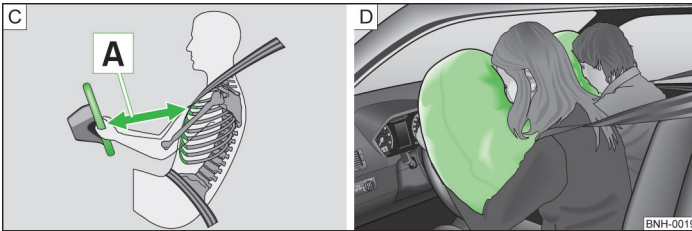

Abb. 120 Sicherer Abstand zum Lenkrad / gasgefüllte Airbags
Werden die Airbags ausgelöst, entfalten sich diese vor dem Fahrer und Beifahrer » Abb. 120 - D. Beim Eintauchen in den voll aufgeblasenen Airbag wird die Vorwärtsbewegung des Fahrers und Beifahrers gedämpft und das Verletzungsrisiko für Kopf und Oberkörper reduziert.
- Für den Fahrer und Beifahrer ist es wichtig, einen Abstand von mindestens 25 cm zum Lenkrad bzw. zur Schalttafel einzuhalten  » Abb. 120. Wenn Sie den Mindestabstand nicht einhalten, kann Sie das Airbag-System nicht schützen - Lebensgefahr! Außerdem müssen die Vordersitze und die Kopfstützen immer der Körpergröße entsprechend richtig eingestellt sein.